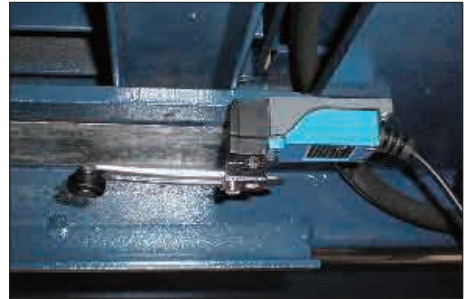

図 19 (本体リミットスイッチ)
- 1) 切り替えスイッチを「本体」のところに置き、上昇ボタンを押して補助機械のテーブルを 1800mm に上昇させ、リミット S01 動作を調整する (図 19 を参照) とき注意してください。本体の最も高いリミット調整は本体の安全爪を安全ラックの最後のラックの上方 5-10mm のところに止め、無論ユーザーの室内の高さの状況によりリミット調整を如何なる高さにできます。